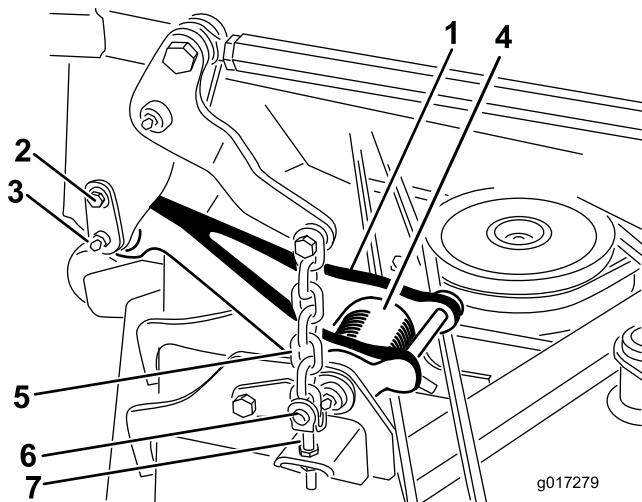

図 2
注 刈り込みデッキを完全に上昇させた状態では、プルリンクのトーションスプリング（図2）が軽くなるのでプルリンクをマシンから外すのが非常に容易になります。
2. 以下の手順で、車両両側のプルリンクを外す(図2) :
- A. リテーナピンをキャリアフレームに接続しているショルダ付きねじを外す(図2)。
- B. キャリアフレームとプルリンクから、リテーナピンを注意深く抜き取る(図2)。
6. 昇降チェーンをデッキの調整クレビスに固定しているリングピン（4本）とクレビスピンを取り外す（図 2）。
2. リングピン（4本）とクレビスピンを使って、昇降チェーンをデッキの調整クレビスに固定する（図 2）。
5. プルリンクをキャリアフレームに合わせて、リンクをリテーナピンで接続する（図 2）。リテーナピンは、ショルダねじでフレームに固定する（図 2）。